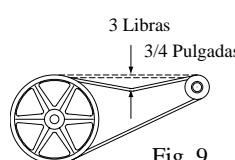

Fig. 9
• **Compruebe la tensión de la correa.** Una fuerza de 3 libras debe desviar la correa 3/4 pulgadas (véase fig. 9). Ajuste la correa si es necesario.